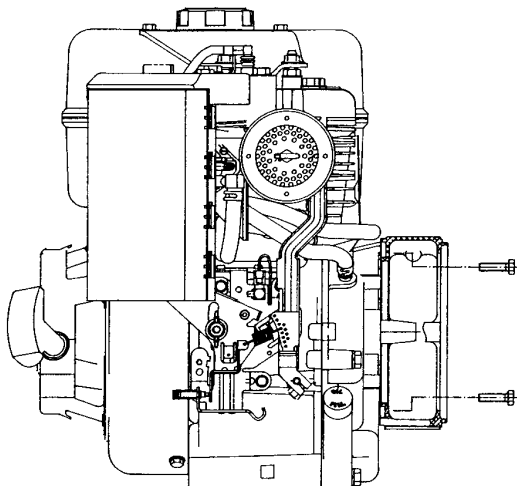

Fig. 1
-) montare il coperchio anteriore sul motore fissandolo con le apposite viti e applicando una coppia di serraggio di $48 \pm 7\%$ Nm se si impiegano viti M10 o $21 \pm 7\%$ Nm nel caso di viti M8 (fig. 1).
-) mount the front cover on the motor, by fixing it with the proper screws and by applying a tightening torque of $48 \pm 7\%$ Nm if M10 screws are used or $21 \pm 7\%$ Nm if M8 screws are used (fig.1).
-) monter le couvercle avant sur le moteur en la fixant avec les vis prévues à cet effet et en appliquant un couple de serrage de $48 \pm 7\%$ Nm si on utilise des vis M10 ou de $21 \pm 7\%$ Nm en cas de vis M8 (fig.1).
-) den vorderen Deckel auf den Motor setzen und ihn mit Hilfe der entsprechenden Schrauben und einem Anzugsmoment von $48 \pm 7\%$ Nm festziehen, wenn Schrauben M10 verwendet werden, oder aber mit einem Anzugsmoment von $21 \pm 7\%$ Nm bei Verwendung von Schrauben M8 (Abb. 1).
-) monte la tapa anterior encima del motor sujetándola con sus tornillos y aplicando un par de torque de $48 \pm 7\%$ Nm si utiliza tornillos M10, o de $21 \pm 7\%$ Nm si utiliza tornillos M8 (fig.1).